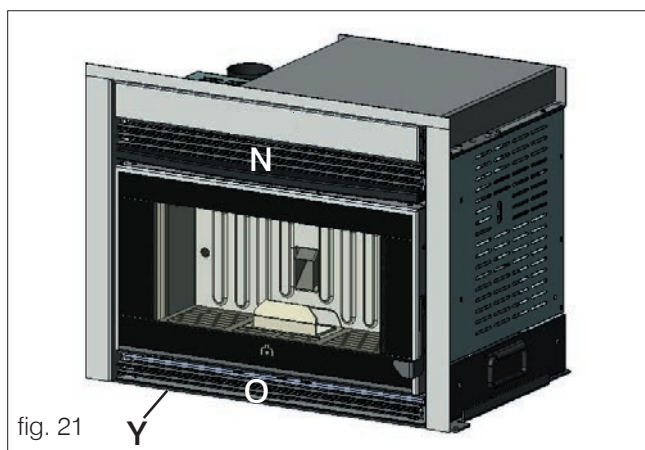

fig. 21
- Rimontare la griglia superiore (**N** - fig. 21), montata ad incastro, la griglia inferiore (**O** - fig. 21) e il profilo metallico piatto (**Y** - fig. 21) tramite viti, smontati precedentemente.